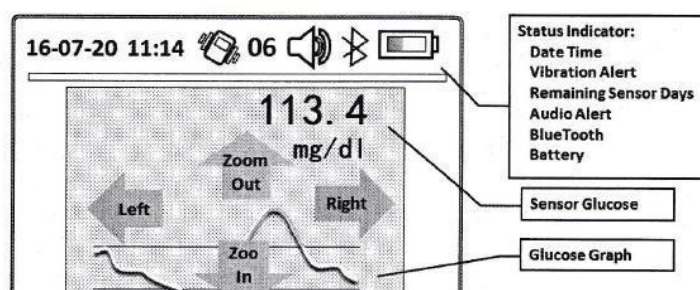

Рисунок 3. Дисплей ресивера
2.5.Опис меню ресивера (рис. 3)